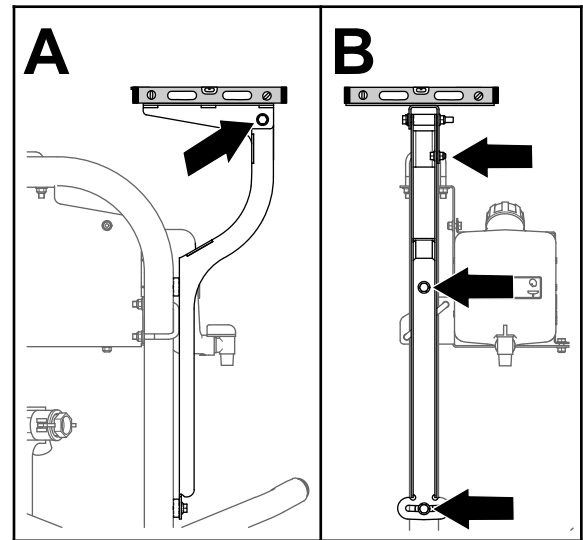

Figura 157
- Nivele la placa del receptor lateralmente (izquierda/derecha) (Figura 157).
- Nivel la placa del receptor en sentido adelante/atrás (Figura 157).